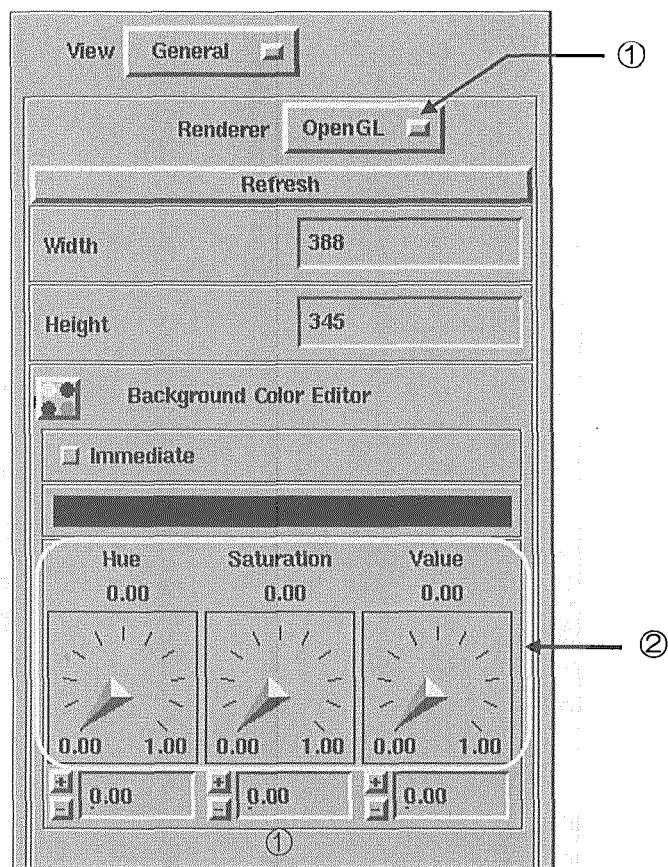

図 3-23 [General] ビューエディタ・メニュー
デフォルトでは図 3-23 のように [General] が表示されます。
レンダリング・メソッドは、Renderer選択メニュー(図3-23 ①)で指定します。
背景色の指定は、メニューの中の [Hue], [Saturation], [Value] のダイヤル(図3-23 ②)の値を調節して指定します。